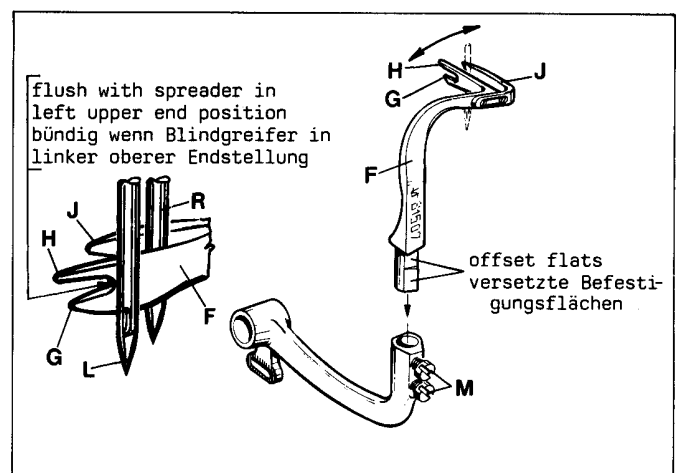
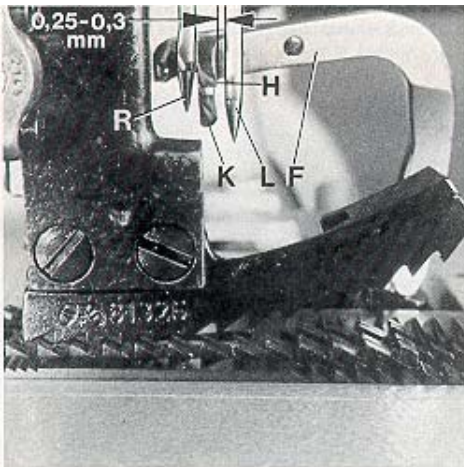

Fig.6
Fig.7
Before inserting a new spreader (F, Fig. 6) remove thread hook (J). This facilitates the visual check of the adjustment.
For adjustment of spreader (F, Figs. 6 and 7) with respect to the needles (L and R), the shank of spreader (F) has two offset flats.
First snug one screw (M, Fig. 6) on the flat of the spreader shank which obtains the following position of the spreader: When rotating the handwheel in operating direction spreader (F, Fig. 7) should pass with the tip of its upper prong (H) in a distance of 0.25 to 0.3 mm (.010 to .012") behind the left needle (L) and its face (K) should not contact the front of the right needle (R). Now tighten the second screw (M, Fig. 6).
In the extreme left upper end position of spreader (F, Fig. 6) la parte inferior del corte entre las tenazas del looper (G y H) debe estar al nivel del lado derecho de la aguja izquierda (L).
Remount thread hook (J, Fig. 6) on spreader (F).
Antes de colocar el nuevo spreader (F, Fig. 6) retire el gancho retenedor del hilo (J). Esto permite visualizar mejor el ajuste.
Para ajustar el spreader superior (F, Figs. 6 y 7) con respecto a las agujas (L y R) el cuello del spreader (F) tiene dos superficies planas.
Primero acomode un tornillo (M, Fig. 6) contra la parte plana del cuello del spreader, con lo cual se alcanzará la siguiente posición del spreader: Cuando se gire el volante en dirección de costura, el spreader (F, Fig. 7) debe pasar con la punta de su tenaza (H) a una distancia de 0.25 a 0.3 mm por detrás de la aguja izquierda (L) y su cara (K) no debe tocar el frente de la aguja derecha (R). Apriete el segundo tornillo (M, Fig. 6).
En la extrema posición superior izquierda del spreader (F, Fig. 6) la parte inferior del corte entre las tenazas del looper (G y H) debe estar al nivel del lado derecho de la aguja izquierda (L).
Monte de nuevo el gancho retenedor del hilo (J, Fig.6) en el spreader (F).